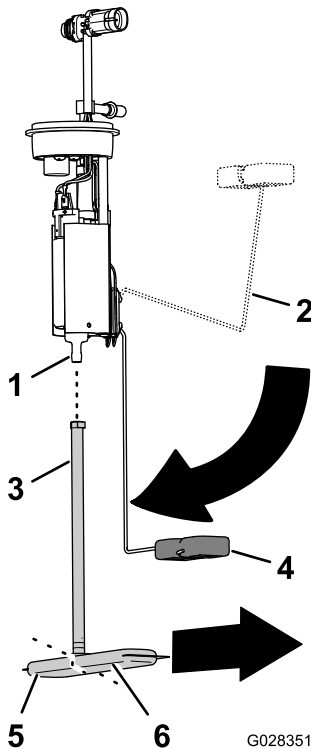

Figure 74
1. Détachez du raccord de la pompe à carburant le tube d'aspiration du filtre à carburant (Figure 74).
2. Alignez le tube d'aspiration du nouveau filtre à carburant et le raccord de la pompe à carburant (Figure 74).
3. Alignez la longue patte du filtre à carburant sur le flotteur quand le bras du flotteur à la position vide (Figure 74).
4. Insérez le raccord de la pompe à carburant dans le tube d'aspiration jusqu'à ce que le raccord soit parfaitement engagé (Figure 74).
2. Insérez la pompe à carburant/transmetteur dans le goulot du réservoir (Figure 73 et Figure 74).